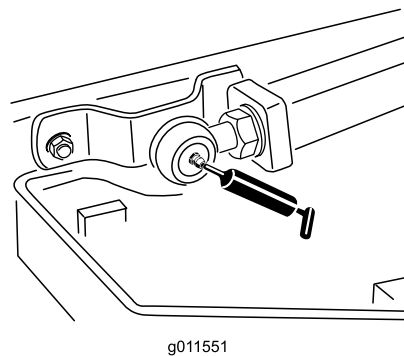

Рисунок 80
- Шаровые опоры подъемных рычагов (2 шт.) (Рисунок 80)